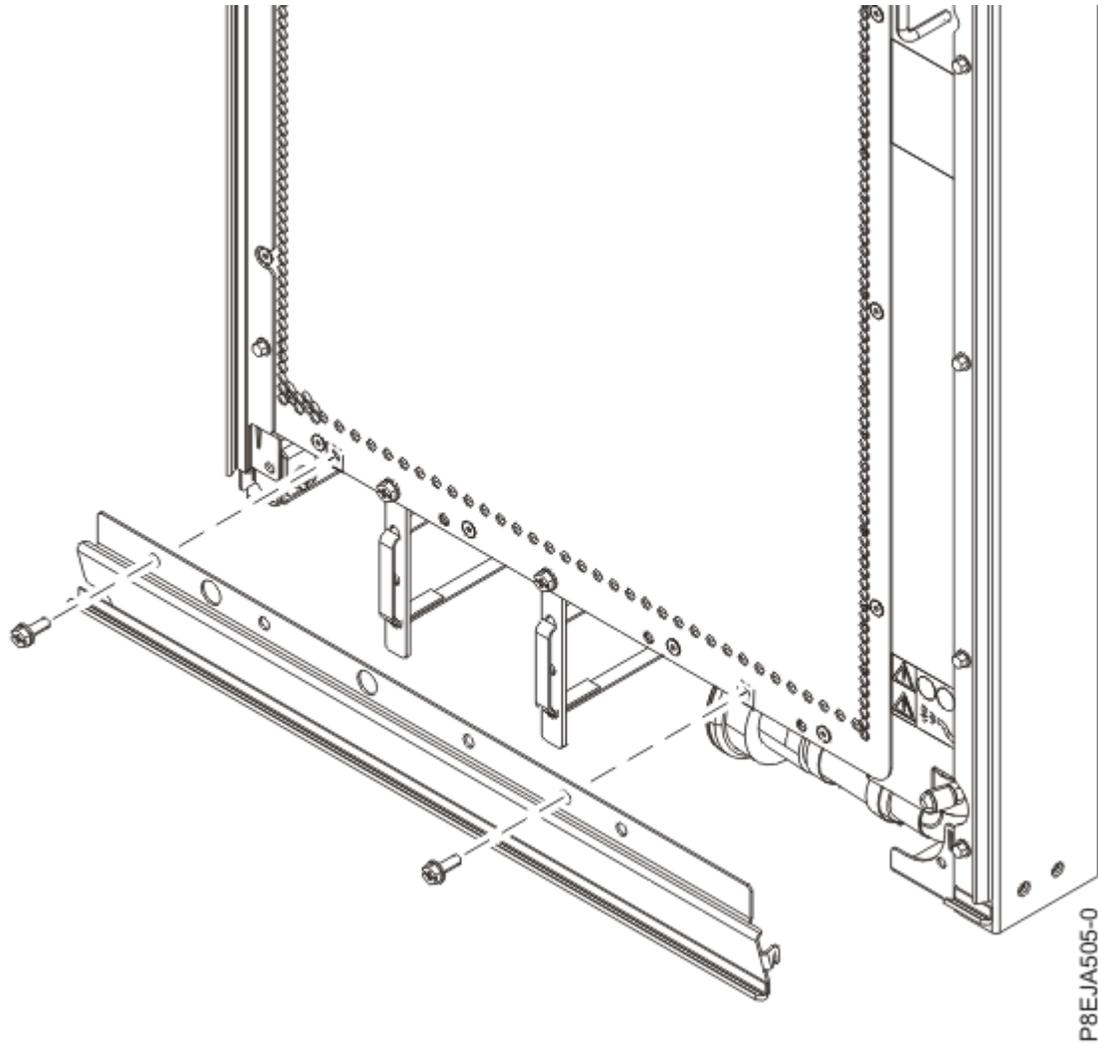

Abbildung 109. Innere Schlauchabdeckung installieren
- a. Installieren Sie die innere Schlauchzugangsabdeckung unten an der Innenseite des Wärmetauschers (siehe Abbildung 109 auf Seite 161).